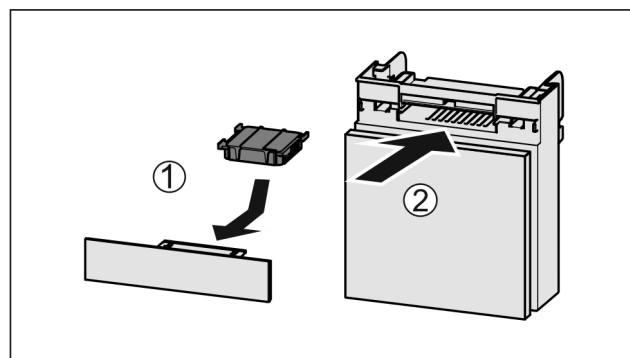

Fig. 262
► Filtr s aktivním uhlím vložte podle vyobrazení Fig. 262 (1).
► Zásuvku zasuňte Fig. 262 (2).